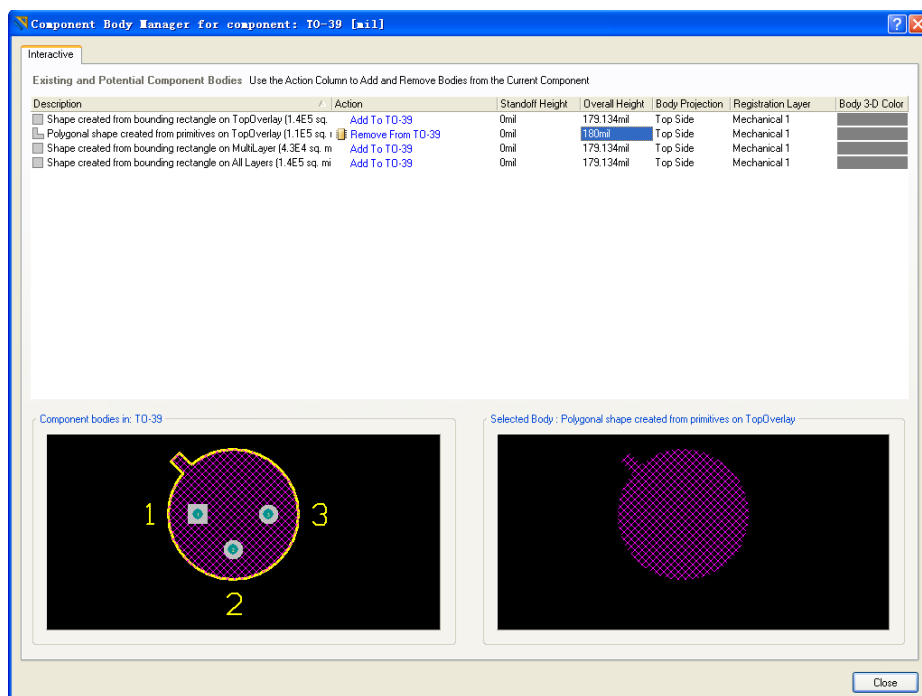

图5-29 通过 3D Body Manager对话框在现有基元的基础上快速建立三维模型
- ❖ （2）单击Tools→Manage 3D Bodies for Current Component命令，显示3D Body Manager对话框如图5-29所示。
- ❖ (3) 依据器件外形在三维模型中定义对应的形状，需要用到列表中的第二个选项Polygonal shape created from primitives on TopOverlay，在对话框中该选项所在行位置单击Action列的Add to按钮，将Registration Layer设置为三维模型对象所在的机械层（本例中为Mechanical1），设置 Overall Height为合适的值，如180mil，设置Body 3D Color为合适的颜色，如图5-29所示。